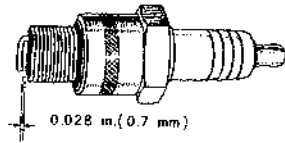

Fig. 22
- b) L'écartement des électrodes n'est pas correct (0,7mm). (Fig. 22)
2. Nettoyer et régler l'écartement des électrodes de la bougie. (Fig. 22)